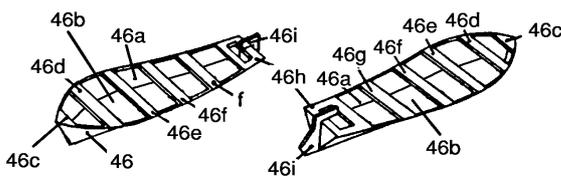

Abbildung 11
**Bauteilgruppe 46** (Kutter, 45 - 45g) Bogen 1b, Abb. 11